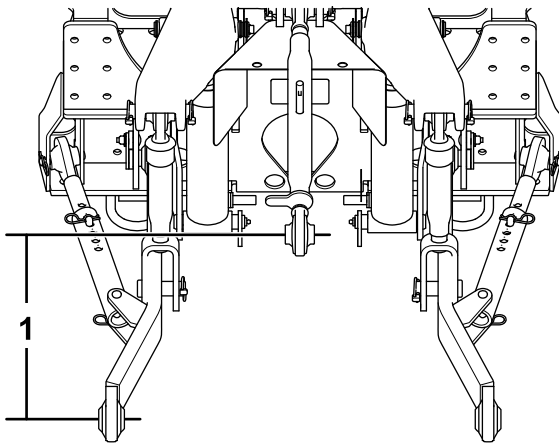

Figure 11
1. Déterminez la hauteur du mât de votre tracteur comme montré à la Figure 11.